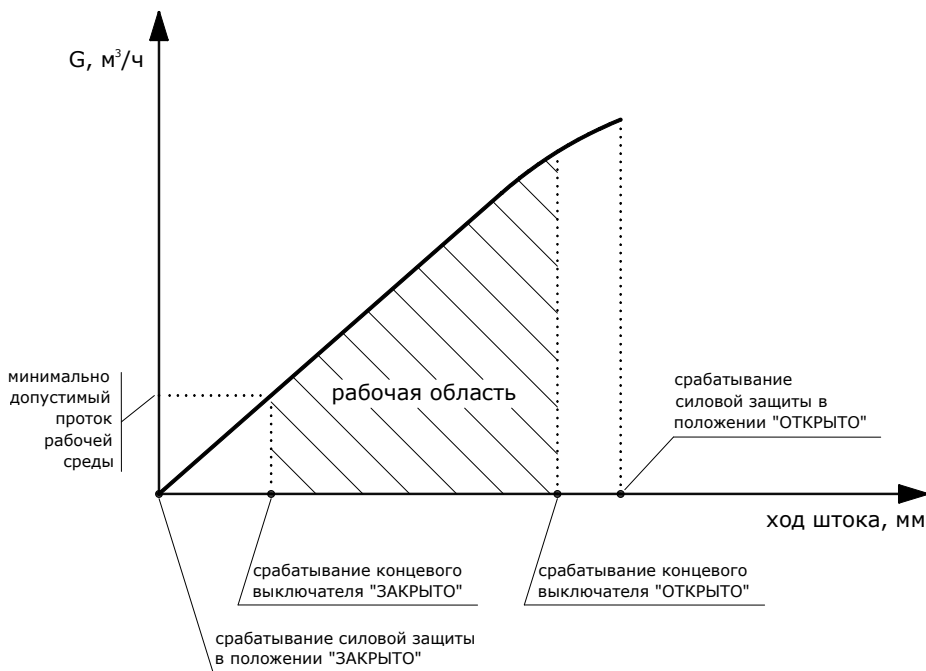

Рис. 7.3
График, иллюстрирующий срабатывание силовой защиты и конечных выключателей при работе клапана с установленным минимально допустимым протоком рабочей среды (для системы отопления), приведен на рис. 7.3.
2. В ручном режиме (см. п. 8) установить шток в положение, обеспечивающее минимальный допустимый проток рабочей среды (см. рис. 7.3).